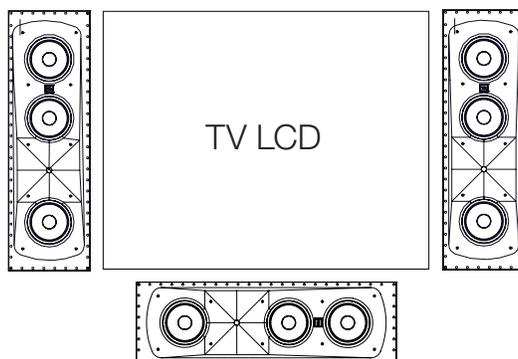

Figura 5
Si se utiliza una pantalla de proyección sin perforaciones, o una pantalla LCD/plasma/OLED, se puede utilizar el SLC-2 en orientación horizontal montado directamente encima o debajo de la pantalla de vídeo y lo más cerca posible de ella (Figura 5).
**NOTA:** Es sumamente importante colocar los altavoces central, izquierdo y derecho a la misma altura tanto como sea posible. La bocina del altavoz del canal central no debe estar a más de 61 cm por encima o por debajo de los altavoces izquierdo y derecho. Esto protege la integridad de la localización de los "desplazamientos de sonido", mediante los cuales el sonido parece moverse de un lado hacia otro y hacia el centro. Si el material del programa también parece moverse hacia arriba y hacia abajo, puede destruirse la ilusión de los efectos realistas de desplazamiento. Para paliar la diferencia de altura entre el altavoz central y el izquierdo y el derecho, se deben bajar ligeramente los altavoces izquierdo y derecho. También puedes girar los SLC-2 izquierdo y derecho 180 grados (ponerlos cabeza abajo) para lograr un mejor ajuste de la altura de los altavoces (Figura 5).